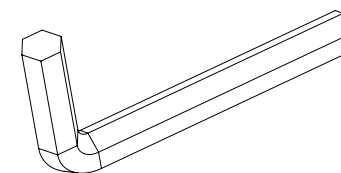

Рис. 5 – Сборочный инструмент
16. Ключ шестигранный 6 мм (Рис. 5) - 1 шт.
6. Вставьте в подставку ножки и зафиксируйте их болтами М8х20 с шайбами с помощью Ключа шестигранного 6 мм (Рис. 5, 11).